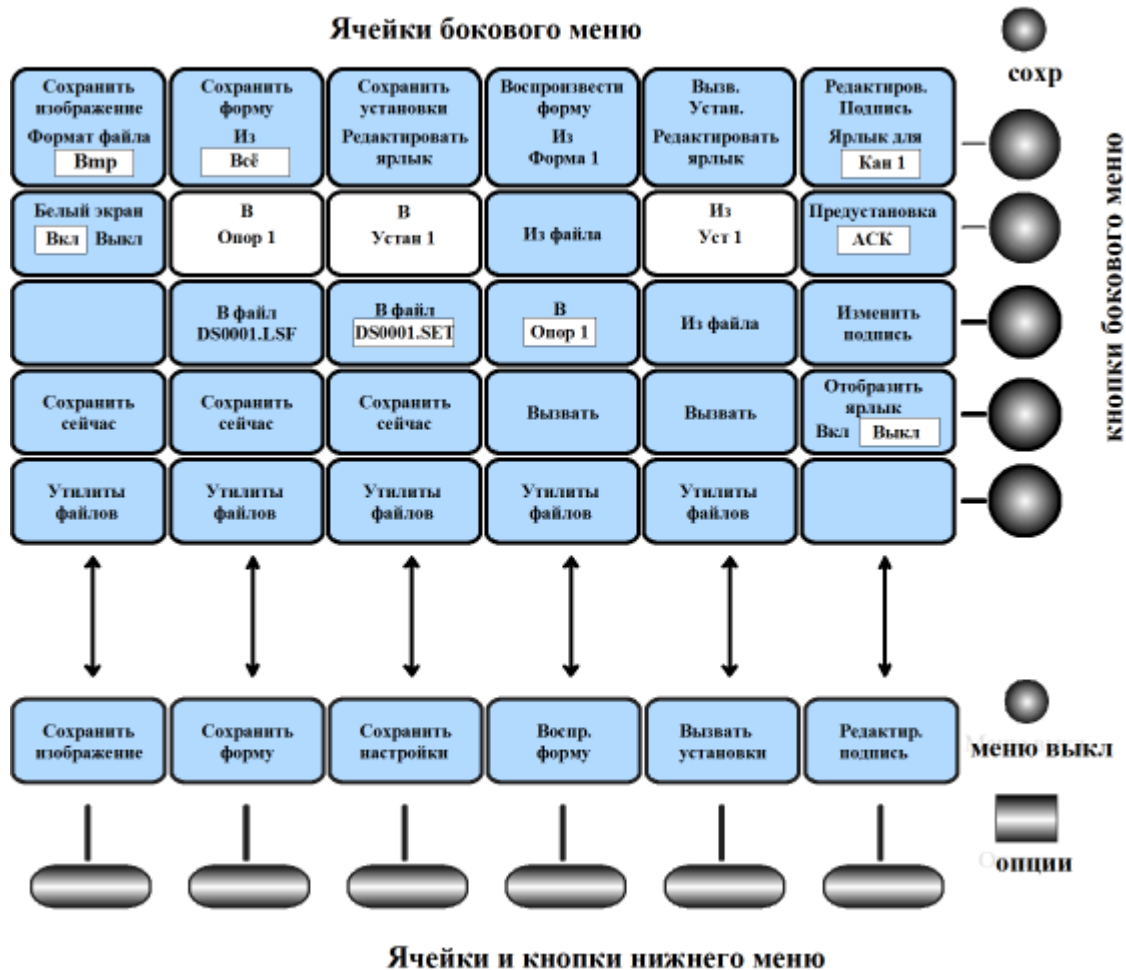

Рис. 14 Настройка режима записи изображения
2. Нажмите кнопку *Зап /Выз* из группы 8. На дисплее появится меню режима записи изображения, рис. 14.